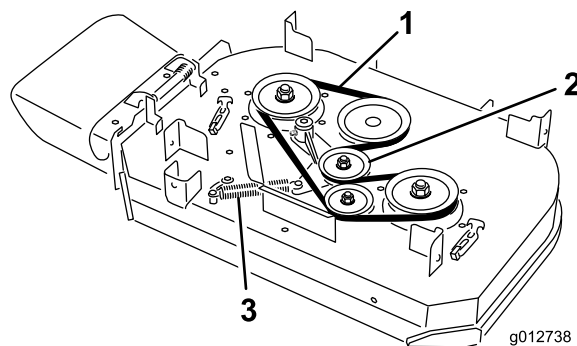

Figura 64
4. Retire a mola do perno do fixador no braço intermédio (Figura 64).
5. Retire a correia do cortador gasta (Figura 64).
6. Instale a nova correia do cortador em torno da polia da embraiagem, das polias da plataforma e da polia intermédia (Figura 64).
7. Instale a mola no perno do fixador no braço intermédio (Figura 64).
6. Instale a nova correia do cortador em torno das polias da plataforma e da polia intermédia (Figura 64).
5. Retire a mola do perno do fixador no braço intermédio (Figura 64).
6. Retire a correia do cortador gasta (Figura 64).
7. Instale a nova correia do cortador em torno da polia da embraiagem, das polias da plataforma e da polia intermédia (Figura 64).
8. Instale a mola no perno do fixador (Figura 64).